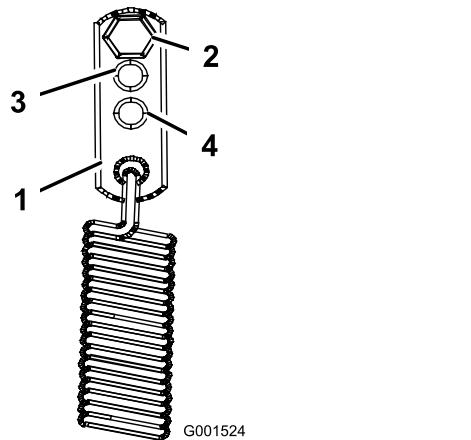

Bild 42
3. Versetzen Sie die Federanker-Lenker für eine schwierige Fahreinstellung in die mittlere oder schwere Stellung (Bild 42). Die Federankerlenker sind an der hinteren oberen Ecke der Hydraulikantrieb-Schutzbleche an der rechten und linken Seite der Maschine befestigt.